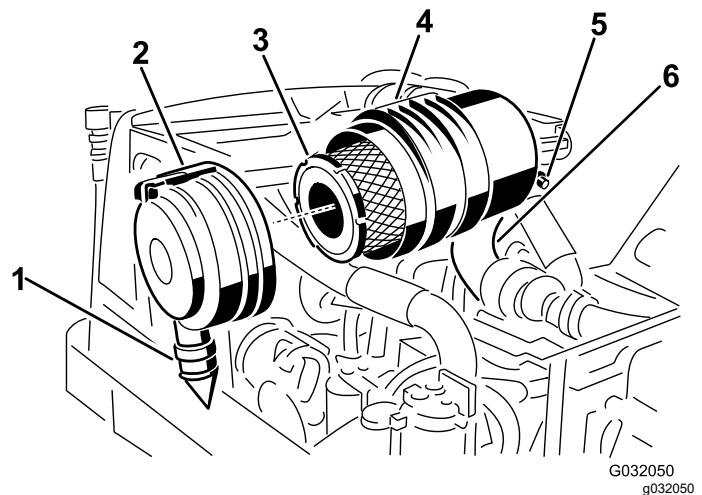

Figura 46
2. Togliete il filtro primario dell'olio (Figura 46).
3. Sostituite il filtro primario dell'olio (Figura 46).
fermo (Figura 46).